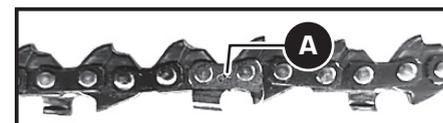

Figura 5
1. Antes de colocar la cadena, verifique que dirección de corte (A) es la correcta. La misma está indicada en los eslabones (Figura 5).